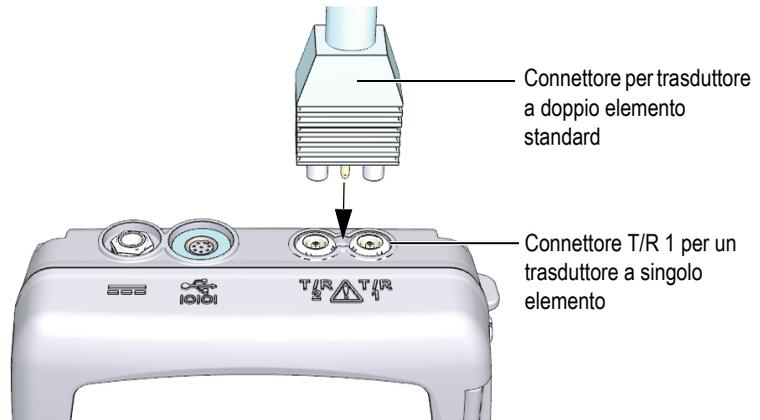

Figura 5-1 Collegamento del trasduttore
1. Collegare il trasduttore nei connettori del trasduttore situati nella parte superiore del 38DL PLUS (vedere Figura 5-1 a pagina 76). Usare il connettore T/R 1 per un trasduttore a singolo elemento.